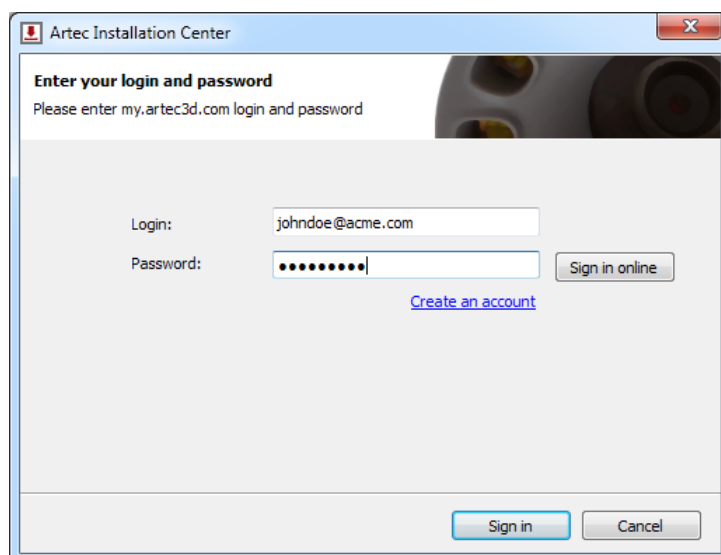

Рис. 4.2: Аутентификация в Artec Installation Center
2. По завершении загрузки откройте папку, содержащую исполняемый файл инсталлятора, запустите его и следуйте инструкциям на экране. Как только Artec Installation Center установится, откроется окно с формой имени пользователя и пароля. Для авторизации используйте данные своей учетной записи на *my.artec3d*, как показано на *Рис. 4.2*.
Если вы только начинаете установку Artec Installation Center, появится окно авторизации, как на Рис. 4.2. Если вы не подключены к интернету, см. Офлайн-активация, где описан процесс офлайн-активации Artec Studio.